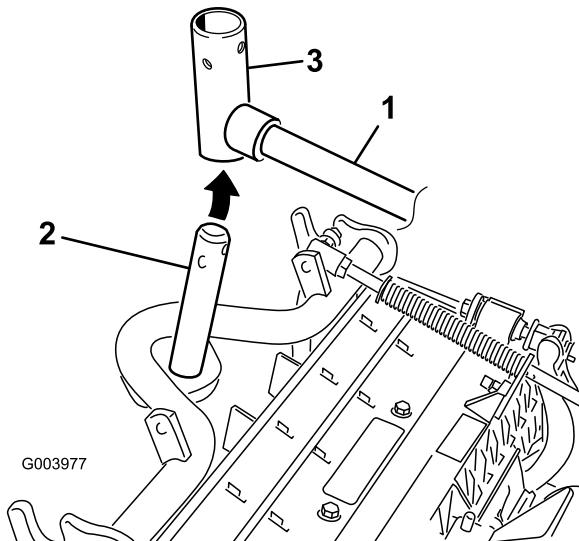

Figure 9
8. Pour les plateaux de coupe avant, poussez un plateau de coupe sous le bras de relevage tout en insérant l'arbre du bâti porteur dans la chape de pivot du bras de relevage (Figure 9).
- B. Insérez la chape du bras de relevage sur l'arbre du bâti porteur (Figure 9).